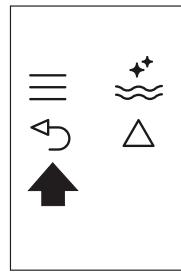

Fig. 25
- ▶ Pulse el icono **↶** (B6) (Fig. 25) una vez para salir de la función o dos veces para salir del menú.